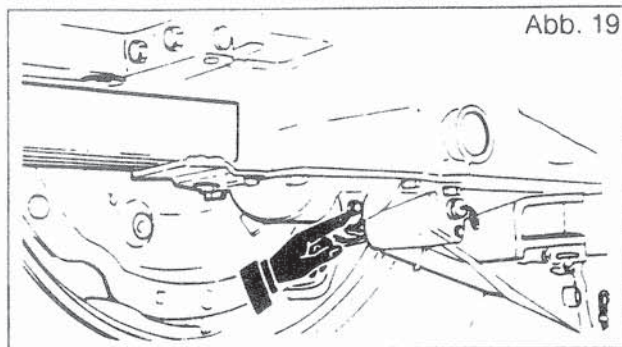
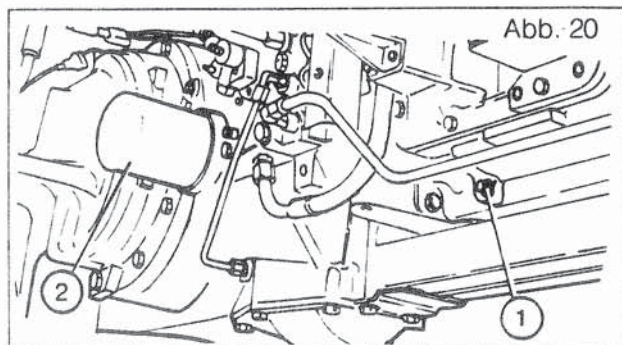

Abb. 19
Abb. 20
3. Die beiden Ablassschrauben (Abb. 19 und 1 Abb. 20) und den Einfüllverschluß (2, Abb. 18) abnehmen.
Ersetzen des Ansaugfilters 150 Micron (2, Abb. 20) alle 1500 Betriebsstunden bzw. wenn die Kontrollanzeige aufleuchtet.